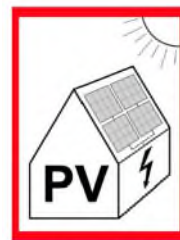

Abbildung 1: Kennzeichnung einer PV-Anlage am Haus oder am Hauszugang für die Feuerwehr, normale PV-Anlage mit Netzanschluss
- Kennzeichnungen von PV-Anlagen **ohne** Batteriespeicher sind nach DIN VDE-AR-E 210-712 auszuführen (Abb. 1).